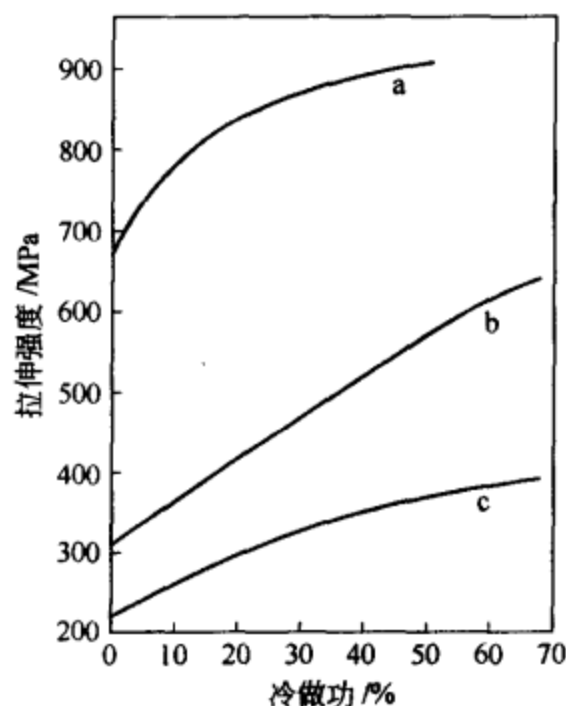

图 3
3. 纯铜、黄铜和碳钢的拉伸强度与冷做功的关系曲线如图 3 所示，试指出 a 为 ____，b 为 ____，c 为 ____。